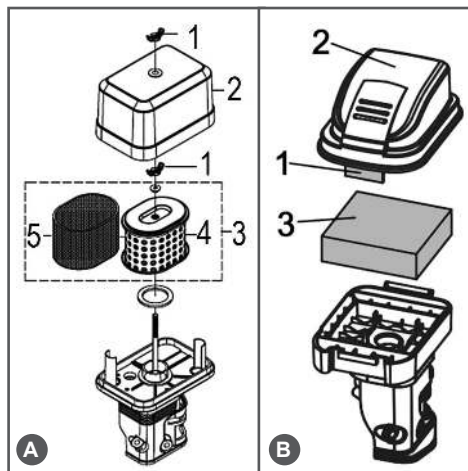

Рис. 10 Обслуживание воздушного фильтра
тра) (Рис. 10 п. 1) и снимите крышку воздушного фильтра (Рис. 10 п. 2).
2. Извлеките из корпуса воздушный фильтр (Рис. 10 п. 3).
Поролоновый (предварительный) фильтрующий элемент тип «А» (Рис. 10А п. 5) установлен на корпусе бумажного фильтрующего элемента (Рис. 10А п. 4).
4. При незначительном загрязнении промойте поролоновый фильтр (Рис. 10А п. 5 и Рис. 10В п. 3) теплым мыльным раствором и просушите. Поврежденный или сильно загрязненный поролоновый фильтр замените. 5. Воздушный фильтр тип «В» - поролоновый (Рис. 10В п. 3) смочите специальным или чистым моторным маслом, после чего отожмите излишки масла.
Бумажный фильтрующий элемент (Рис. 10А п. 4) не подлежит очистке, необходима его замена. Не продувайте бумажный фильтрующий элемент сжатым воздухом, не промывайте его в бензине и других растворителях. Эксплуатация двигателя с грязным или поврежденным воздушным фильтром, или без воздушного фильтра приведет к попаданию грязи и пыли в карбюратор и двигатель, что в свою очередь, станет причиной его быстрого износа. Двигатель в этом случае не подлежит ремонту по гарантии.